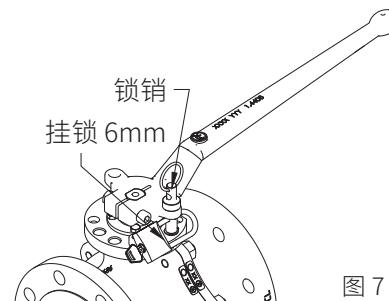

图 7
2. 使用带 6 毫米锁柄的挂锁，将锁柄插入手杆凸出部分下锁销的孔中（图 7）。